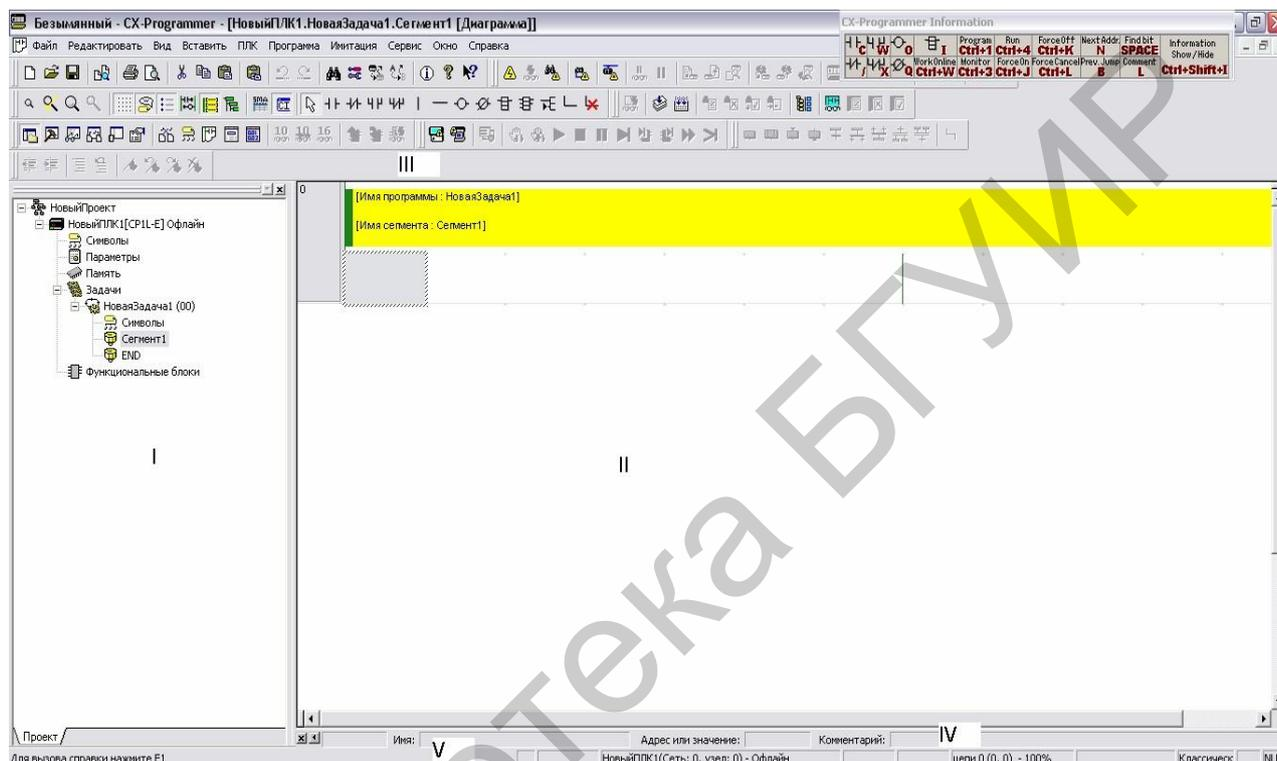

Рисунок 1.8 – Главное окно программы CX-Programmer
После этого вид программы должен измениться – появится окно менеджера проекта и окно редактирования программы (рисунок 1.8).
Всю рабочую область программы CX-Programmer (рисунок 1.8) можно разделить на несколько областей:
4. В закладке «Сегмент» ведется разработка основной программы (рисунок 1.8).